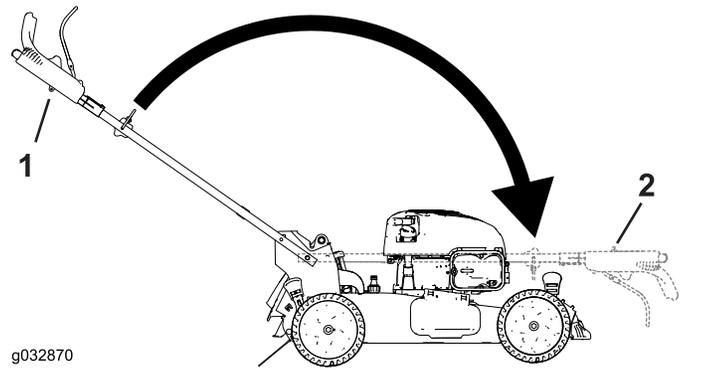

Figure 24
1. Bouton du guidon (2)
2. Boulon de carrosserie (2)
3. Repliez la poignée en le faisant pivoter en avant (Figure 24).